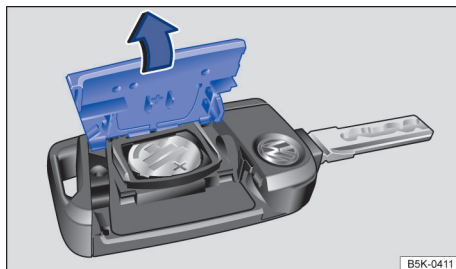

图 19 轿车钥匙：打开电池盒盖
- 用一合适的器具（例如，硬币）沿→ 图 19 箭头方向拆下轿车钥匙后侧的盖板
- 安装电池盖板，然后沿→ 图 19 箭头相反方向将其扣到轿车钥匙上，直至其卡定。